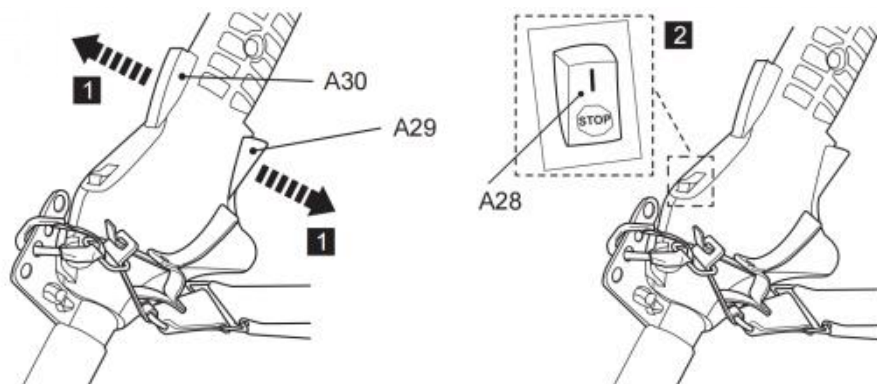

Fig. 42
2. Zet de contactschakelaar (A28) in de stand "STOP" (Afb. 42).